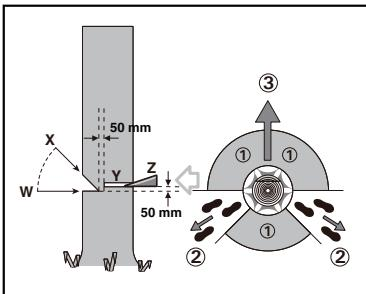

Abbildung 1
Vor dem Fällen sollte ein Fluchtweg geplant und wenn nötig freigemacht werden. Der Fluchtweg sollte nach hinten und diagonal zur Rückseite der erwarteten Falllinie erweitert werden, wie in Abbildung 1 dargestellt.
Setzen Sie einen Kerbschnitt, der ein Drittel des Stammdurchmessers ausmacht, im rechten Winkel zur Fallrichtung, wie in Abbildung 1 dargestellt. Zuerst den unteren waagrechten Kerbschnitt durchführen (W). Dadurch wird das Einklemmen der Sägekette oder der Führungsschiene beim Setzen des zweiten Kerbschnitts vermieden (X).